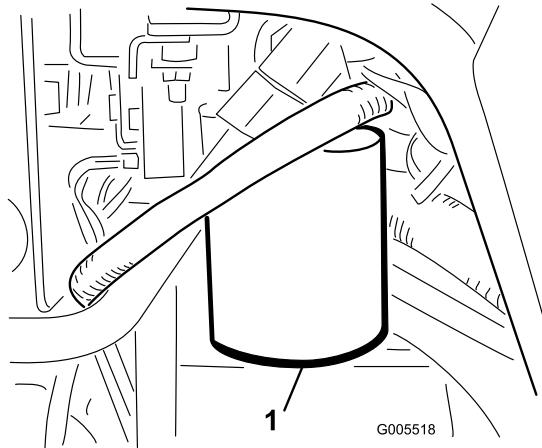

Figura 60
1. Pulite la superficie circostante il filtro (Figura 60). Collocate una bacinella di spурgo sotto il filtro e togliete il filtro.